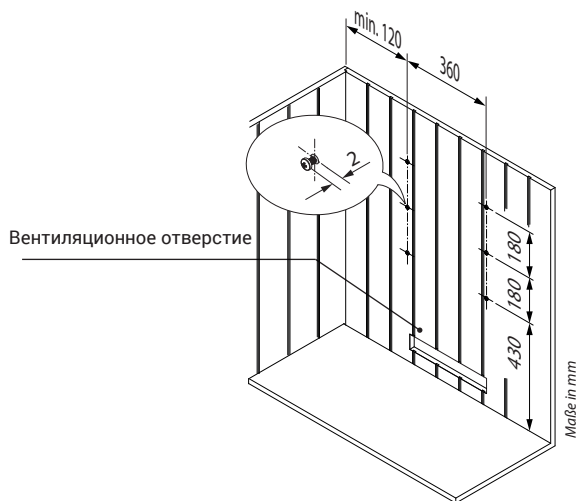

Рис. 3
- Вкрутите входящие в комплект поставки шурупы в стенку кабины по центру над вентиляционным отверстием согласно рис. 3. Для навешивания нагревательного прибора сауны между головкой шурупы и поверхностью стенки кабины должно оставаться примерно 2 мм.